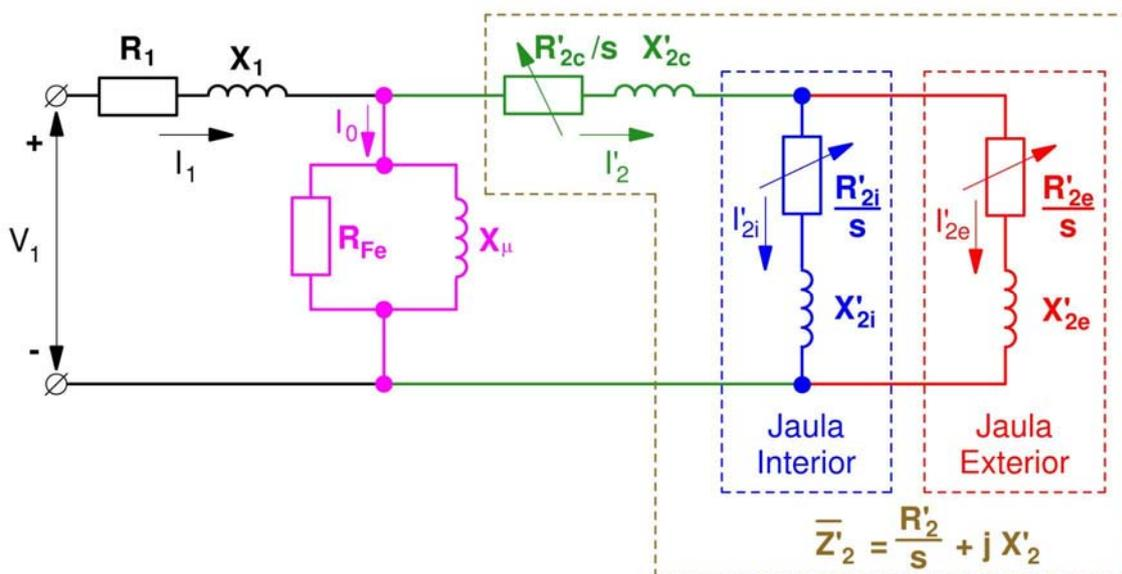
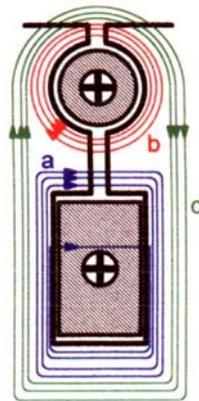
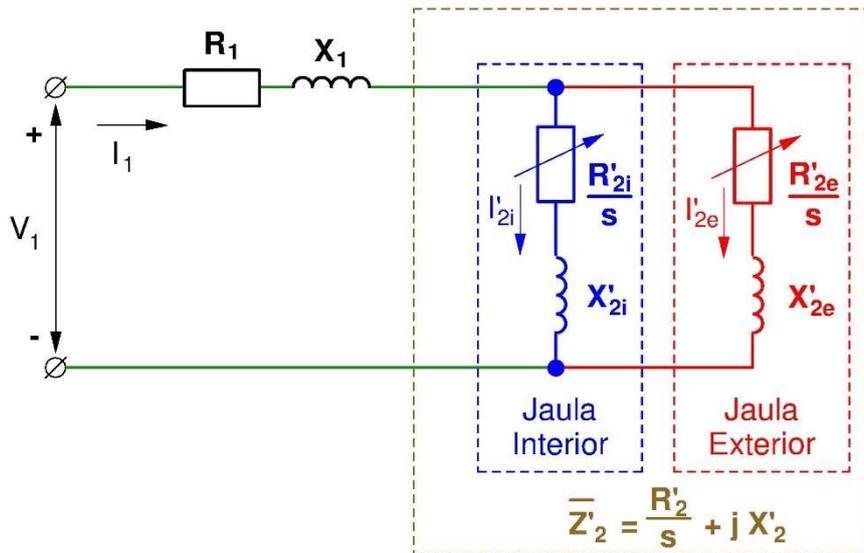

Fig. 1: Circuito equivalente de un motor asíncrono trifásico de doble jaula
Fig. 2: *Dispersión en una ranura del rotor de un motor de doble jaula*
Fig. 3: Circuito equivalente simplificado de un motor asíncrono trifásico de doble jaula
En la Fig. 1 se muestra el circuito equivalente de un motor de doble jaula. Este circuito equivalente también es válido para un motor de ranura profunda.
En la Fig. 2 se representa una ranura de un motor de doble jaula y las líneas del campo magnético de dispersión correspondientes. Además de estas líneas de dispersión, también existirán las correspondientes al campo magnético principal que no se han incluido en la Fig. 2.
En la Fig. 2 se puede apreciar que existen unas líneas de campo magnético de dispersión que sólo rodean a una de las jaulas (líneas del tipo a y del tipo b en la Fig. 2). El campo magnético de dispersión cuyas líneas de campo sólo rodean a una jaula, en virtud del Teorema de Ampère, sólo es debido a la corriente que circula por esta jaula y sólo afecta a dicha jaula. En el circuito equivalente de la Fig. 1 los efectos de estos campos magnéticos de dispersión están representados por las reactancias  $X'_{2e}$  y  $X'_{2i}$ . Por otra parte, en la Fig. 2 se puede apreciar que también existen otras líneas de campo magnético de dispersión que son comunes a ambas jaulas (líneas del tipo c en la Fig. 2). Este campo de dispersión será originado por el efecto conjunto de las corrientes de las dos jaulas y ejerce influencia sobre ambas. Aunque este campo magnético afecta a dos de los devanados del motor, sigue tratándose de un campo magnético de dispersión pues sus líneas de campo no atraviesan el entrehierro y no afectan al devanado del estator. En el circuito equivalente de la Fig. 1 los efectos de este campo magnético de dispersión común están representados por la reactancia  $X'_{2c}$ .
El circuito equivalente de la Fig. 1 se suele simplificar de forma que en el rotor sólo aparezcan 4 parámetros de resistencia y reactancia. Siempre se suele considerar nula la resistencia común  $R'_{2c}$  y, si es preciso, su efecto se incluye dentro de las resistencias de cada jaula,  $R'_{2e}$  y  $R'_{2i}$ . Algunos autores recomiendan despreciar la reactancia  $X'_{2e}$  de la jaula externa porque su valor suele ser pequeño comparado con  $\frac{R'_{2e}}{s}$ . Otros
- \* En este problema, según se desprende de los datos proporcionados por el enunciado, se ha optado por la segunda simplificación (despreciar  $R'_{2a}$  y  $X'_{2c}$ ) y, además, se ha despreciado la rama en paralelo del circuito equivalente de la Fig. 1, pues se indica que se considera que la corriente de vacío  $I_0$  tiene un valor nulo. Por todo esto, el circuito equivalente simplificado que se va utilizar es el representado en la Fig. 3.